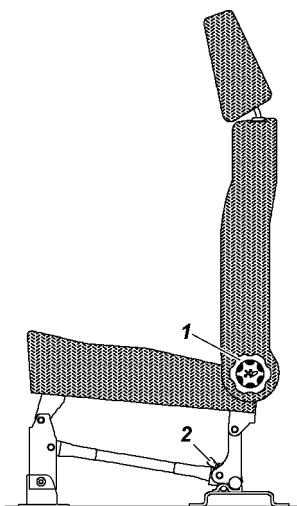

Рис. 3.8. Заднее трехместное
Заднее трехместное сиденье (рис. 3.8) может быть разложено для организации спального места или сложено для увеличения объема грузового помещения.
- вращением ручек 1 (рис.3.8) наклоните спинки заднего трехместного сиденья назад до упора в подушки откидных сидений;
- вращением ручек 1 (рис.3.8) наклоните спинки заднего сиденья вперед до упора;